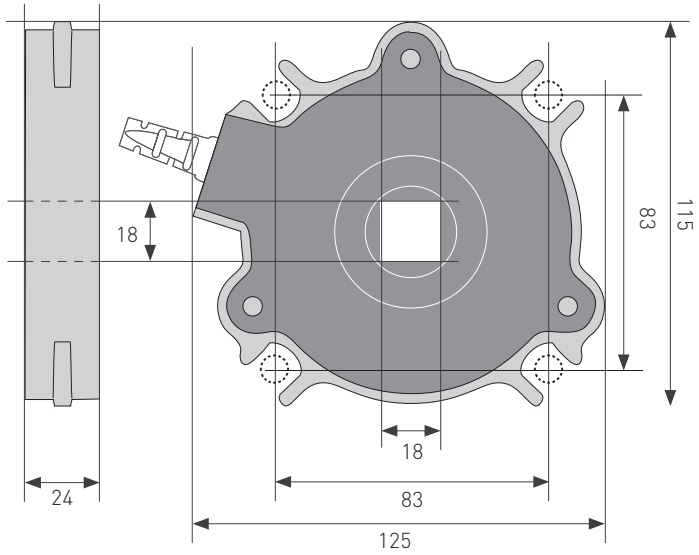

FIG. 1
2. Il paracadute P200/P200S deve essere installato in squadra e con il cavo elettrico rivolto lateralmente verso l'alto (Fig. 1). Lo scarto orizzontale non deve essere superiore a $\pm 3^\circ$ (fig. 1). Il cattivo allineamento orizzontale e verticale produce variazioni nella velocità di presa e quindi malfunzionamento del paracadute;
2. P200/P200S safety brake must be installed in square and with the cable on the side and pointing the top and in any case with a horizontal deviation not exceeding $\pm 3^\circ$ (fig.1). A wrong horizontal or vertical alignment may vary the locking speed and may cause a bad operation of the system
2. Le parachute P200/P200S doit être fixé en equerre pas supérieur à $\pm 3^\circ$, et en respectant la signalation "**TOP**" indiquée sur le parachute (Fig. 1). Un mauvais alignement horizontal ou vertical produit des variations dans la vitesse d'intervention donc un mauvais fonctionnement du parachute;